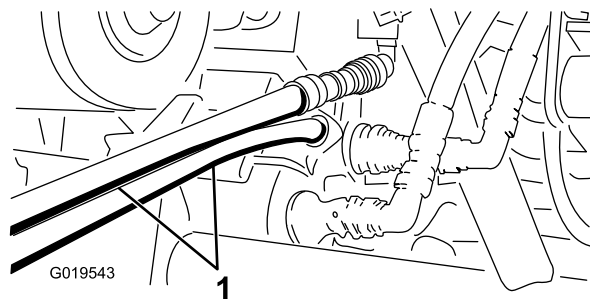

Figure 73
5. Sur l'autre machine, branchez les 2 flexibles au coupleur se trouvant encore dans le support (branchez le flexible supérieur au coupleur supérieur et le flexible inférieur au coupleur inférieur) (Figure 73).